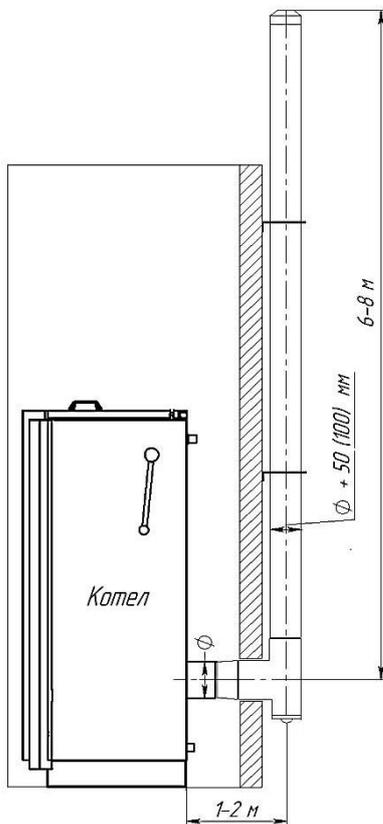

Рис. 23
2.8.7 Горизонтальный участок 90° длина 1-2 м. Вертикальный участок 6-8 метров с расширением трубы на 50-100 мм. (Расширение начинается с момента поворота) (см рис. 23).